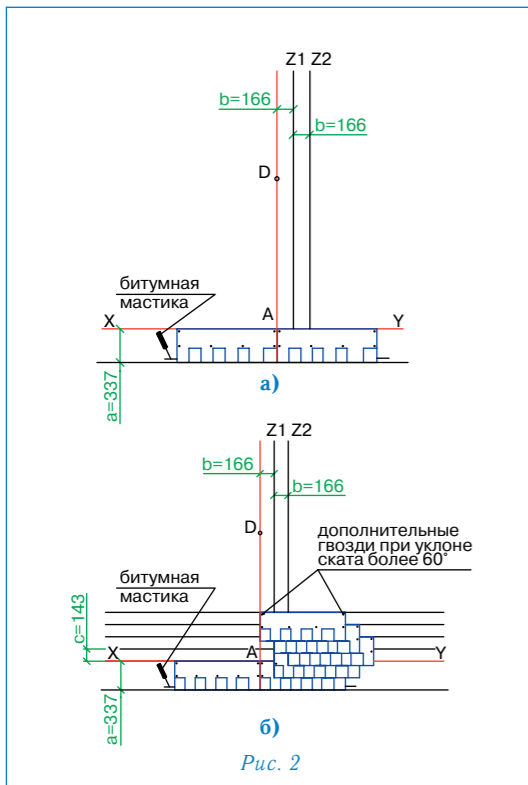

Рис. 2
### Укладка материала (рис. 2)
- первый ряд черепицы укладывается от линии AD (рис. 2а);